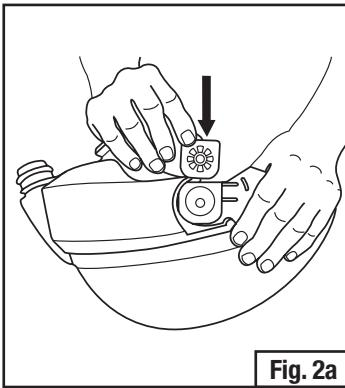

Fig. 2a
- Instala la placa posterior en la cubierta del casco. Durante la instalación, el patrón del "molino de viento" debe mirar hacia afuera y la marca "M-960" se ubicará en la parte inferior de la placa. Primero instala el borde redondeado y deslízalo completamente en la ranura (Fig. 2a). Presiona con suavidad la placa posterior para asegurarte de que quede a ras de la parte inferior de la ranura.